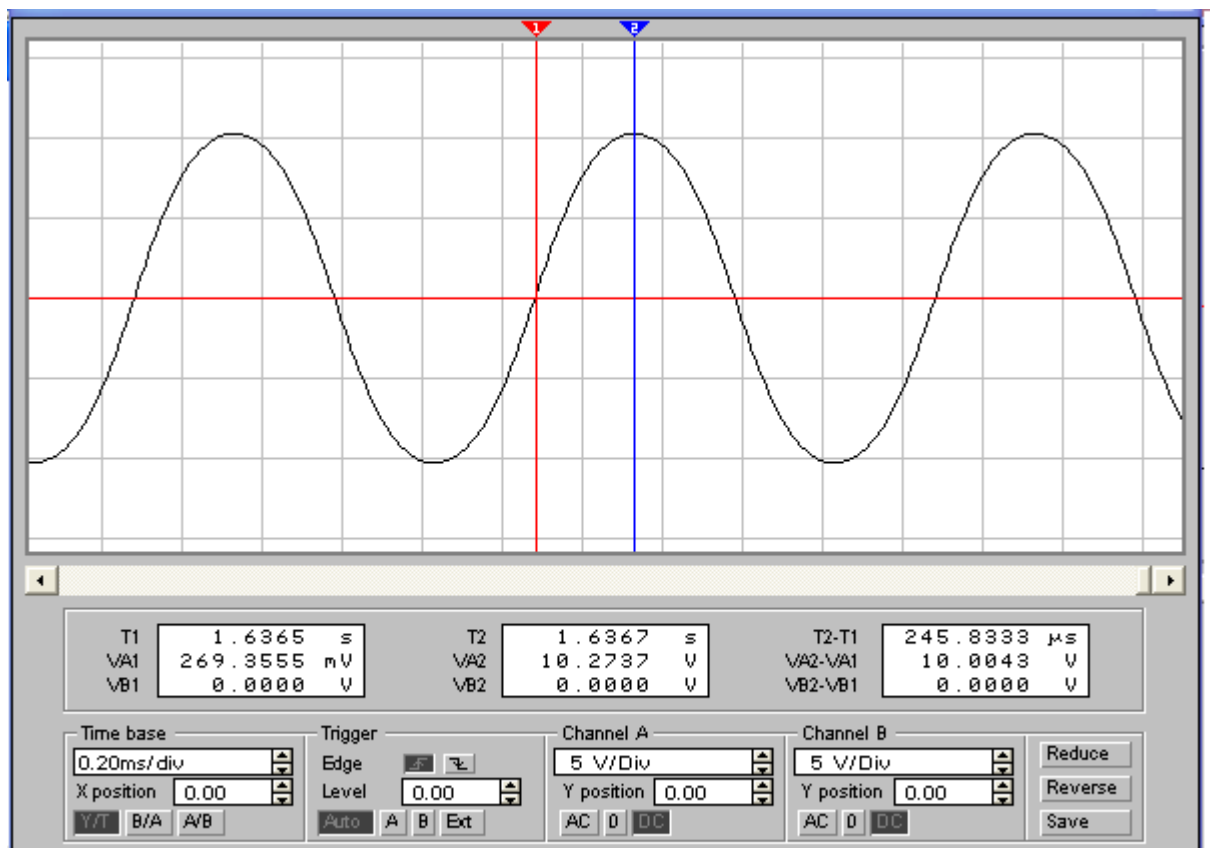

Рис. 4
4.2.3. Встановіть як можна більшу амплітуду **неспотвореної** вихідної напруги зміною вхідного сигналу у віконці Amplitude 40 mV (рис. 4).
– розгорніть зображення на увесь екран горизонтальною прокруткою (рис. 4).
4.2.5. Виміряйте амплітуду $U_{m\text{вих}}$ на збільшеному екрані осцилографа встановленням маркерів 1 та 2 відповідно на нульове та амплітудне значення (рис. 4).